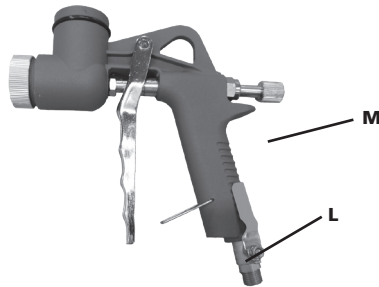

Fig. 2
For å oppnå et bedre resultat, anbefaler vi at du begynner å bevege armen for du aktiverer spaken (F), og at du holder sprøytepipstolen i loddrett vinkel i forhold til overflaten som skal males. For å lette operasjonen kan du holde i håndtaket på tanken (A). Påfør alltid malingen med et visst overlapp, for å sikre at spredningen blir så jevn som mulig. For å stille malingsstrømmen, skru på knotten (M) (fig.2). For å stille luftstrømmen, beveg på spaken (L) (fig.2).